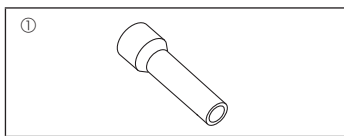

Fig. 1-1
1.6. Accessoires van het buitenapparaat (Fig. 1-1) (ZRP200/250, P200/250)